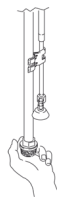

Fig. 10
9. Eliminer le filtre d'entrée et contrôler les bouchons et l'encrassement (fig. 10).